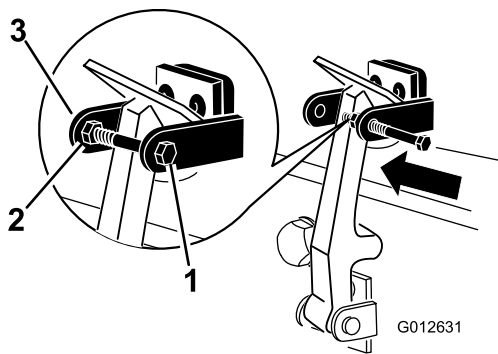

Figura 15
7. Enrosque el perno en el otro brazo del seguro de cierre del capó para bloquear la posición del cierre (Figura 15).